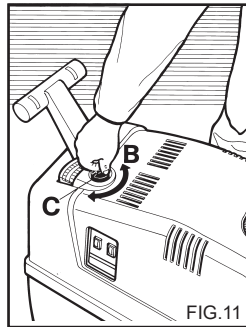

FIG.11
El presente capítulo se refiere a los modelos que llevan el dispositivo de "Regulador de presión". El dispositivo regulador de presión (fig.11) permite regular la presión de trabajo. Girando el botón C en el sentido de las agujas del reloj (B) (mínimo), se obtiene una reducción de la presión de trabajo.